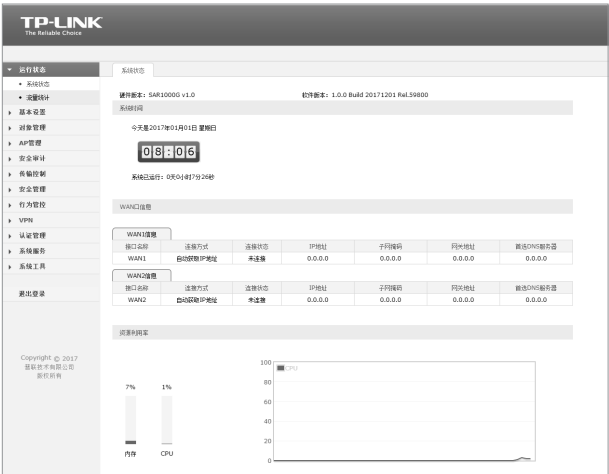

图4-3 路由器管理界面首页
1. 经过上述步骤即可成功登录路由器管理界面首页, 如图4-3所示。